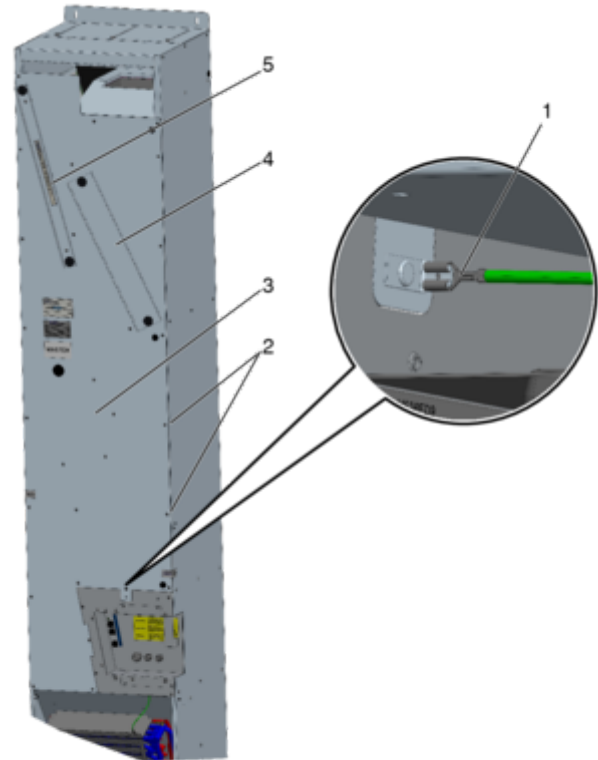

Abb. 41: Gerätedeckel montieren
1. ▶ Schutzleiter (Abb. 41 /1) am Gerätedeckel anbringen und am Lüftungsgerät (Abb. 41 /3) aufsetzen. Den Gerätedeckel mit den Kreuzschlitzschrauben (Abb. 41 /2) verschrauben.
2. ▶ Abluftfilter (Abb. 41 /5) einsetzen (Abb. 41 /4) und Deckel vom Außenluftfilter demontieren Abb. 41 .